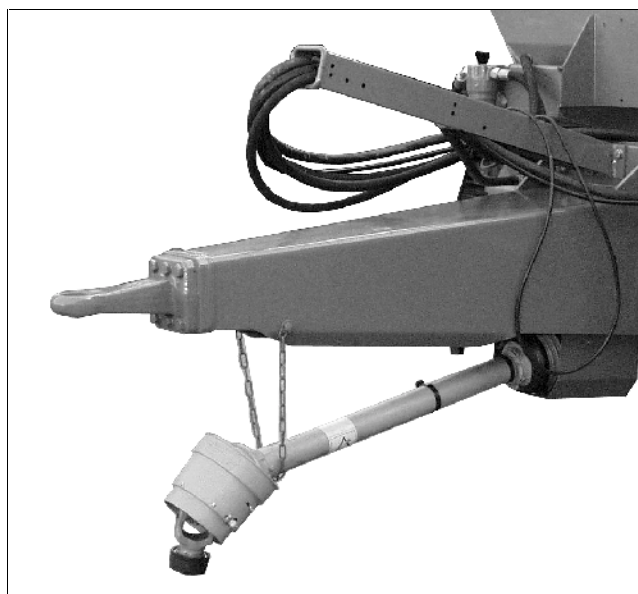

Fig. 17
3. Les tubes protecteurs de l'arbre à cardan sont pourvus de chaînes (Fig. 17) qui devront être rattachées au tracteur et à l'épandeur ZG-B. Ces chaînes interdisent les tubes de protection de tourner avec l'arbre de transmission à cardan. Les chaînes doivent être accrochées dans les orifices prévus à cet effet de manière à ce que l'arbre de transmission ait toujours suffisamment de place pour manœuvrer dans toutes les positions de travail sans que les tubes protecteurs tournent pendant l'exploitation.